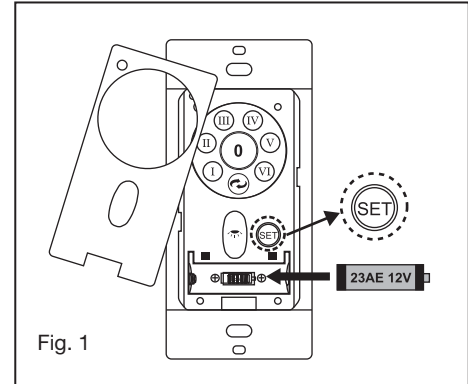

Fig. 1
- 5** Bouton de réglage du code "SET": Suivez les étapes ci-dessous pour utiliser le bouton de réglage. (Fig. 1)